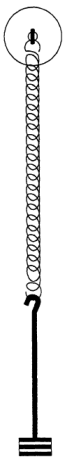

Abb. 2
- Belaste den Gewichtsteller mit vier 10-g-Schlitzgewichten (Abb. 2).